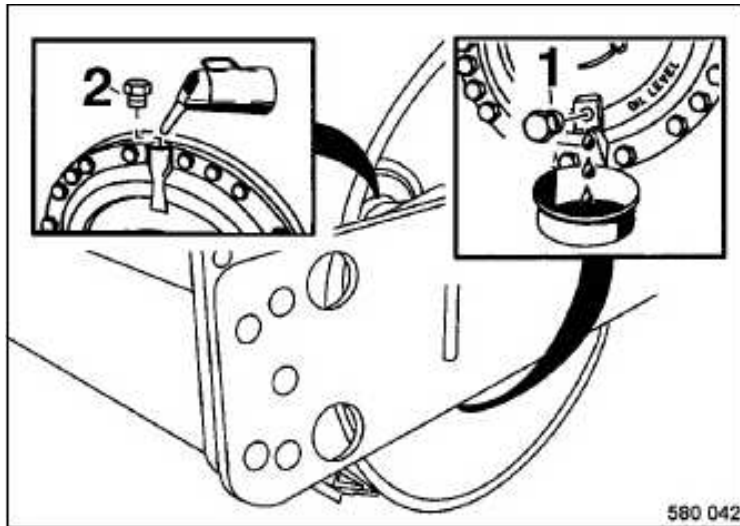

Fig. 143
- Desenroscar el tapón de control situado por abajo en el rodillo 1 (Fig. 143) y llenar con tanto aceite por la abertura de llenado hasta el aceite sale por la abertura de control (2).